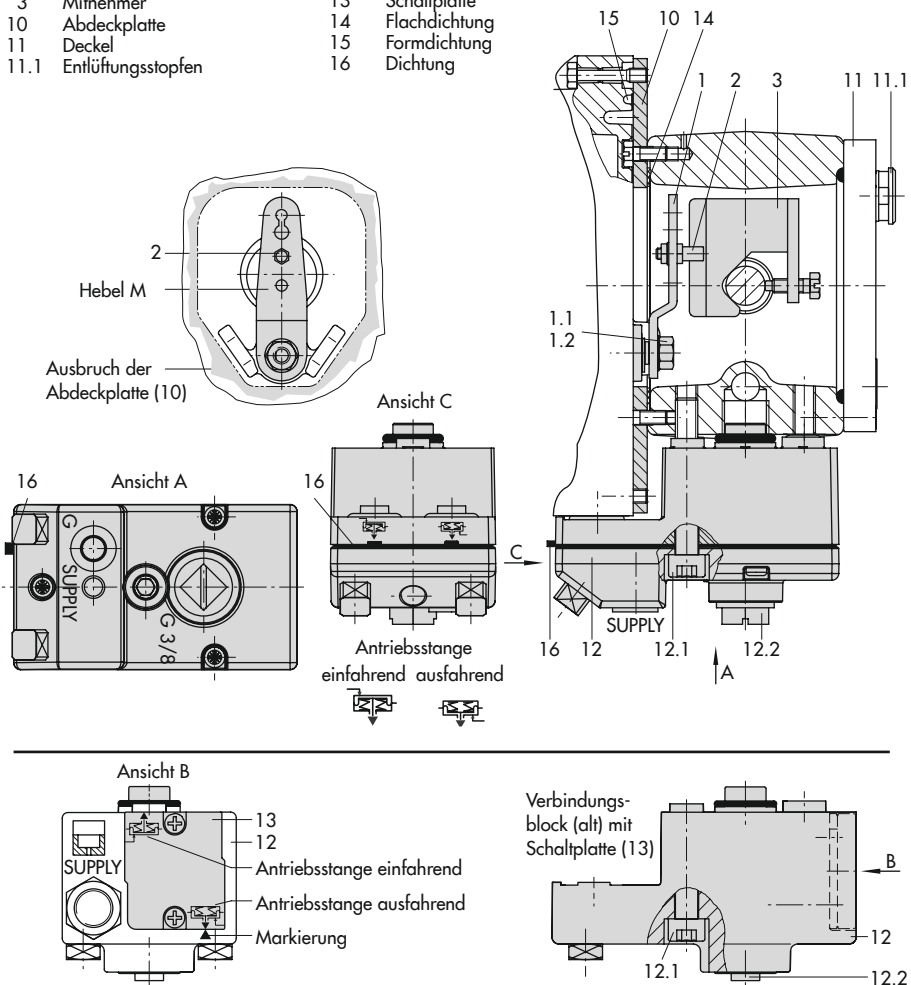

Bild 5-6: Direktanbau – Stelldruckanschluss für Antrieb Typ 3277 mit 175 bis 750 cm²
Antriebe mit 175 bis 750 cm² (vgl. Bild 5-6)
1. Mitnehmer (3) an die Antriebsstange setzen, ausrichten und so festschrauben, dass die Befestigungsschraube in der Nut der Antriebsstange sitzt.
2. Abdeckplatte (10) mit schmaler Seite des Ausbruchs (Bild 5-6 links) in Richtung zum Stelldruckanschluss befestigen, die aufgeklebte Flachdichtung (14) muss zum Antriebsjoch zeigen.
3. Bei Antrieben mit 355/700/750 cm² am Hebel M (1) auf der Stellungsregler-Rückseite den Abtaststift (2) aus Stiftposition 35 lösen und in die Bohrung für Stiftposi-
6. Kontrollieren, ob die Zunge der Dichtung (16) seitlich am Verbindungsblock so ausgerichtet ist, dass das Antriebsymbol für „Antriebsstange ausfahrend“ bzw. „Antriebsstange einfahrend“ mit der Ausführung des Antriebs übereinstimmt. Andernfalls müssen die drei Befestigungsschrauben entfernt, die Deckplatte abgehoben und die Dichtung (16) um 180° gedreht wieder eingelegt werden.
Beim alten Verbindungsblock (Bild 5-6 unten) muss die Schaltplatte (13) so gedreht werden, dass das entsprechende Antriebssymbol zur Pfeilmarkierung ausgerichtet ist.